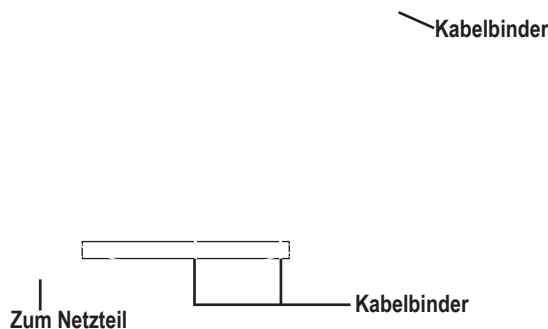

Bild 7. Verlegung des Steuerungskabelbaums bei einem Kontursitz
4. Bauen Sie die Steuerung ein und verlegen Sie den Kabelbaum zur Rückseite des Netzteils. **Siehe Bild 7.**
6. Sichern Sie den Kabelbaum der Steuerung mit Kabelbindern an dem Griffstück der Armlehne. **Siehe Bild 7.**